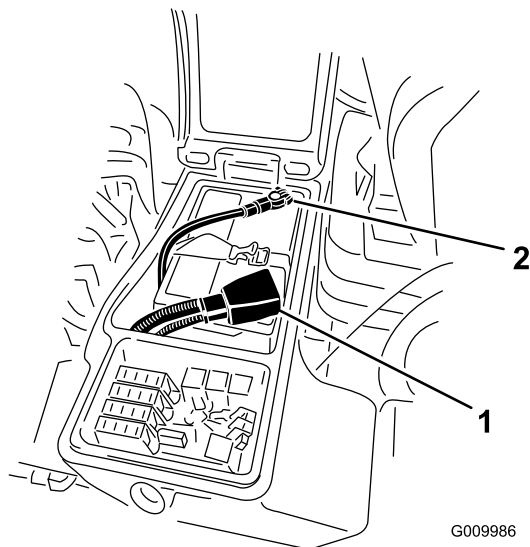

Figure 92
3. Débranchez le câble négatif (noir) de la borne négative (-), puis le câble positif (rouge) de la borne positive (+) de la batterie (Figure 92).
6. Raccordez le câble positif (rouge) de la batterie à la borne positive (+) et le câble négatif (noir) à la borne négative (-) (Figure 92).